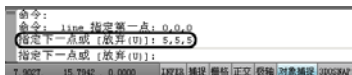

图 10.12 指定第二点的位置
- (4) 输入坐标值 (5, 5, 5)，按回车键确定操作，如图 10.12 所示。